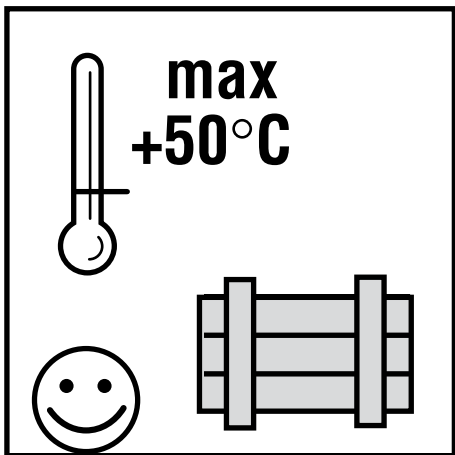

Fig.: 7
- Ne pas soumettre le moteur à une température de plus de +50° C, cela entraînerait un suintement du liquide de moteur (Fig.: 7)